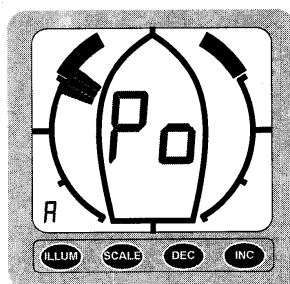

Figure 6 : mode configuration
- c) Naviguez maintenant tribord amure, aussi près du vent que possible. L'aérien pointe alors vers tribord, mais pas l'écran (fig.6)